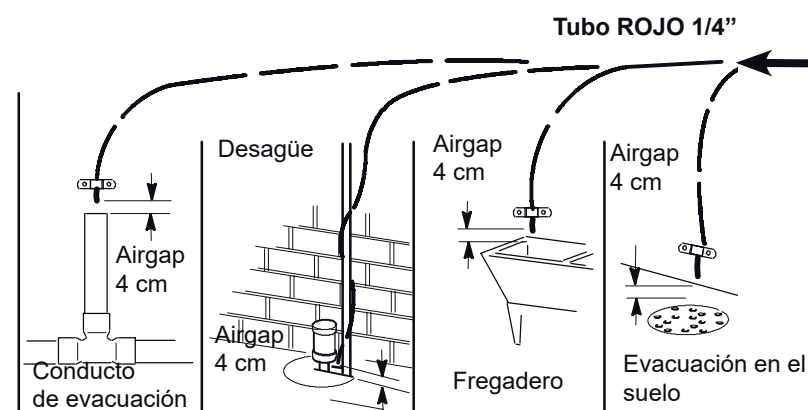

FIG. 9
Dirigir el tubo de evacuación hacia un punto de evacuación existente. Una evacuación en el suelo, un fregadero de lavadero, un conducto de evacuación, etc. son puntos de evacuación indicados. Cf Fig. 9.
4. Dirigir el tubo hacia el punto de evacuación y asegurar su instalación con ayuda de una abrazadera de apriete (no incluida), Cf Fig. 9. dejar un espacio de 4 cm entre el extremo del tubo y la evacuación. Cf Fig. 9.